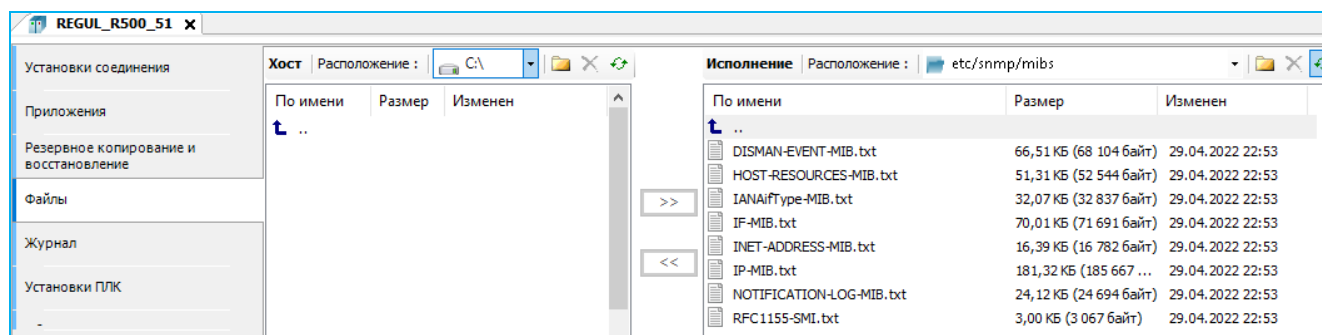

Рисунок 193 – Загрузка файла с контроллера на ПК
- на главной вкладке параметров устройства перейдите на вкладку **Файлы**. В области **Исполнение** нажмите кнопку  (**Обновить**). В окне отобразится дерево файлов, имеющих на контроллере. Найдите папку `etc⇒snmp⇒mibs` (Рисунок 193);